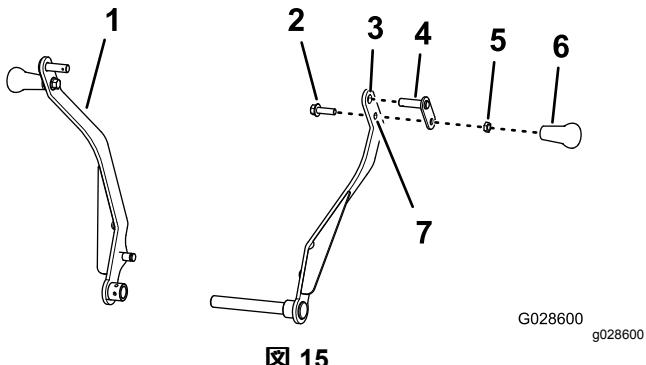

図 15
- クレードルアームの上側の穴にピボットピンを通す **図 15**。
- ボルト 3/8 x 1-1/4 インチをクレードルアームの下側の穴から、ピボットピン **図 15** のリテーナに通し、ジャムナット 3/8 インチを取り付けて 1517N·m (1.51.8kg.m = 1113ft-lb) にトルク締めする。
- ボルト 3/8 x 1-1/4 インチにハンドルを取り付け、ハンドルをジャムナットに締め付けてハンドルを手締めする **図 15**。
- もう一方のクレードルアームにも上記 1~4 の作業を行う **図 15**。